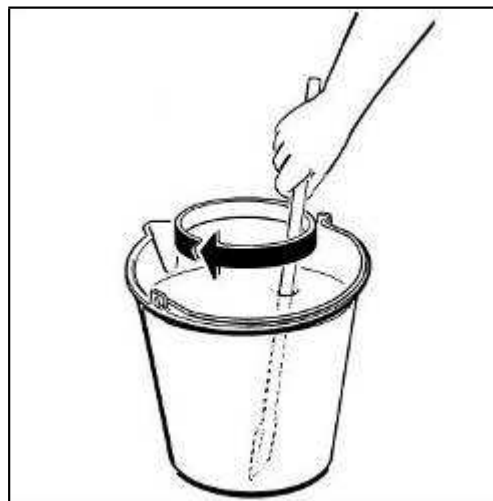

Рис. 4
- В отдельной емкости развести и размешать в воде или молоке, согласно указанию производителя, препарат для приготовления продукта (см. рис. 4).